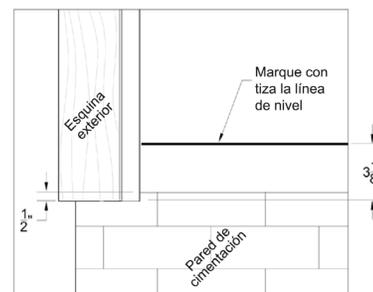

Figura 2
- Mida y marque con tiza una línea de nivel 3-1/8" (7,94 cm) por arriba del punto más bajo de la pared (Figura 2).